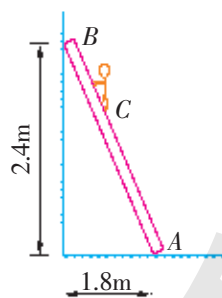

图 2-32
2. 如图 2-32 所示, 一架长  $3\text{ m}$  的梯子, 一端靠在光滑的墙上, 下端接触地面。梯子质量分布均匀, 重  $200\text{ N}$ 。现有一质量为  $75\text{ kg}$  的人站在离梯子下端  $2\text{ m}$  的  $C$  处, 试分析梯子共受几个力的作用? 若要求梯子对地面及墙的作用力, 要用什么平衡条件?